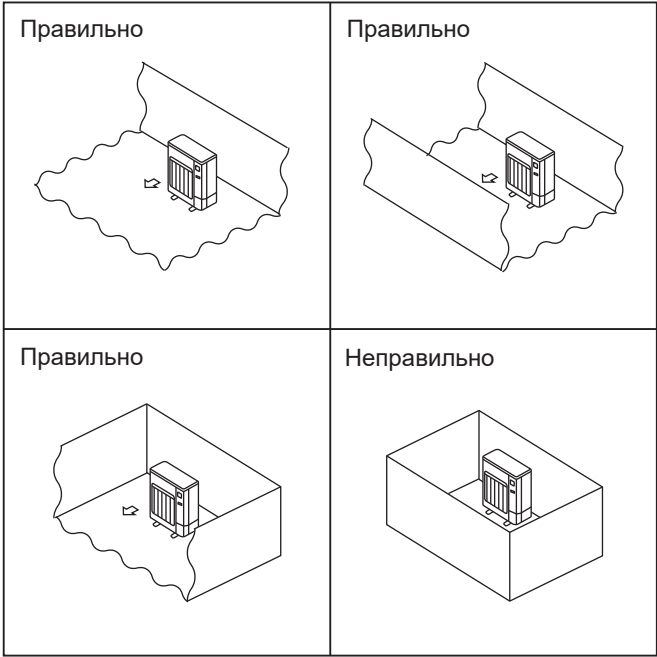

Fig. 2-2
- Ⓢ Устанавливайте наружные приборы в достаточно большом пространстве без преград, либо так, чтобы, по крайней мере, одна из четырех сторон прибора была открыта. (Fig. 2-2)